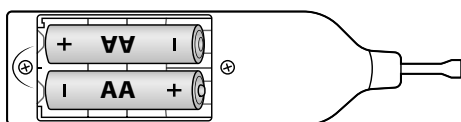

Fig. 1
- ◆ Abra el compartimento para pilas ❷ de la parte posterior del fundidor ❶.
- ◆ Coloque las pilas de la manera indicada en el compartimento para pilas ❷ del fundidor ❶ (consulte la fig. 1).
- ◆ Vuelva a cerrar el compartimento para pilas ❷.